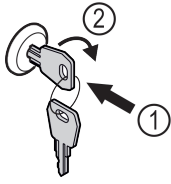

Fig. 125
- ▶ Sleutel erin duwen Fig. 125 (1).
- ▶ Sleutel 90° rechtsom draaien Fig. 125 (2).